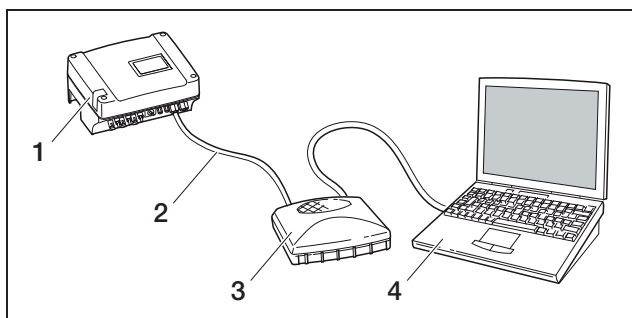

Figura 42: Collegamento dell'inverter e del computer con cavi Ethernet e switch
- b) attraverso la rete locale (switch e cavo Ethernet, vedere figura 42).